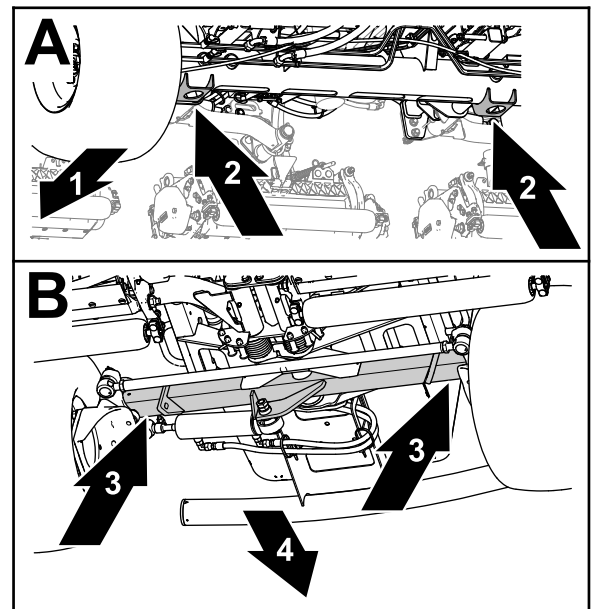

Figura 67
- Delante - los puntos de apoyo del gato del tubo del eje delantero (Figura 67).